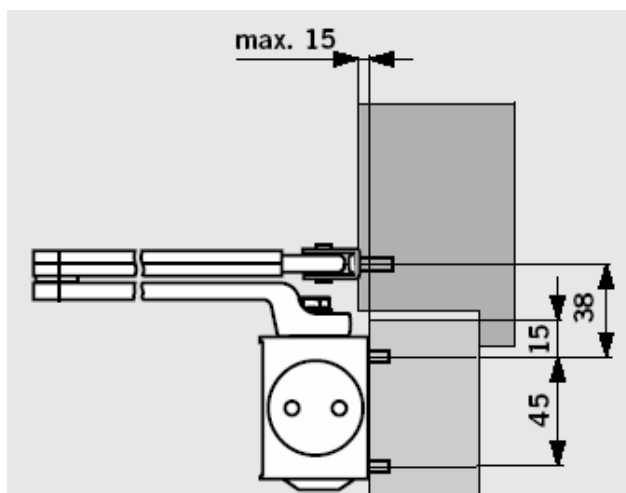

Рис. 11
- Взаимное расположение поверхностей дверной коробки и дверного полотна должно находиться в пределах указанных на **рис. 11 и 12**.